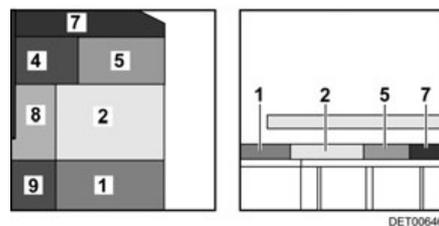

Fig. 144 Después de la transformación
- Colocar el cojín adicional (Fig. 144,7) en la mesa.
- Colocar los cojines adicionales (Fig. 144,4 y 5) detrás del cojín adicional sobre la mesa.
- Deslizar hacia adelante el cojín del asiento (Fig. 144,2).
- Colocar el cojín del respaldo (Fig. 144,1) entre el cojín del asiento y la pared dorsal.
- Colocar los cojines adicionales (Fig. 144,8, y 9) entre la pared lateral y los cojines sobre la mesa y el tablero.